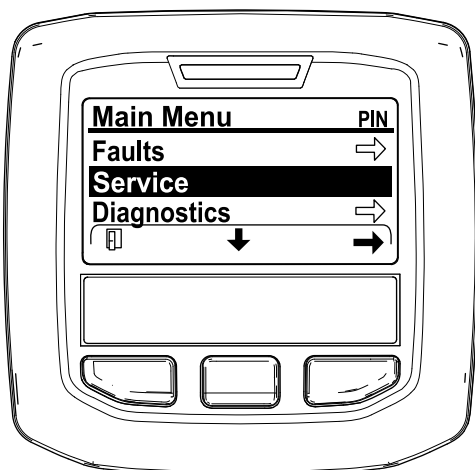

Figura 42
2. Vá até ao MENU PRINCIPAL, prima o botão central para ir até ao MENU DE MANUTENÇÃO e prima o botão direito para selecionar a opção de MANUTENÇÃO (Figura 42).